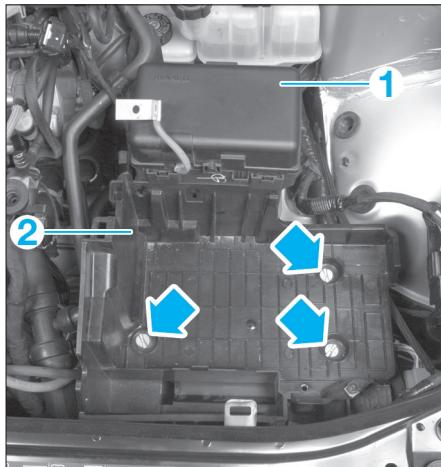

FIG. 1
- Déclipser la boîte à fusibles (1) du bac à batterie (2) (fig. 1).